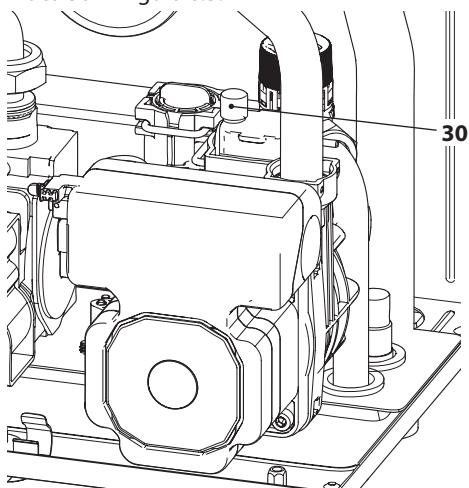

Figura 6.3
- Alzare il tappo della valvola di sfiato automatica 30 in Figura 6.3.